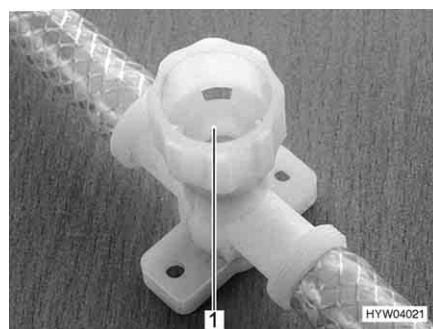

Fig. 160 Robinet de vidange pour Therme
- Fermer tous les robinets de vidange. Tourner les capuchons (Fig. 160,1) dans le sens des aiguilles d'une montre.
- Ouvrir tous les robinets de vidange du Therme. Tourner pour cela les capuchons (Fig. 160,1) dans le sens inverse des aiguilles d'une montre.